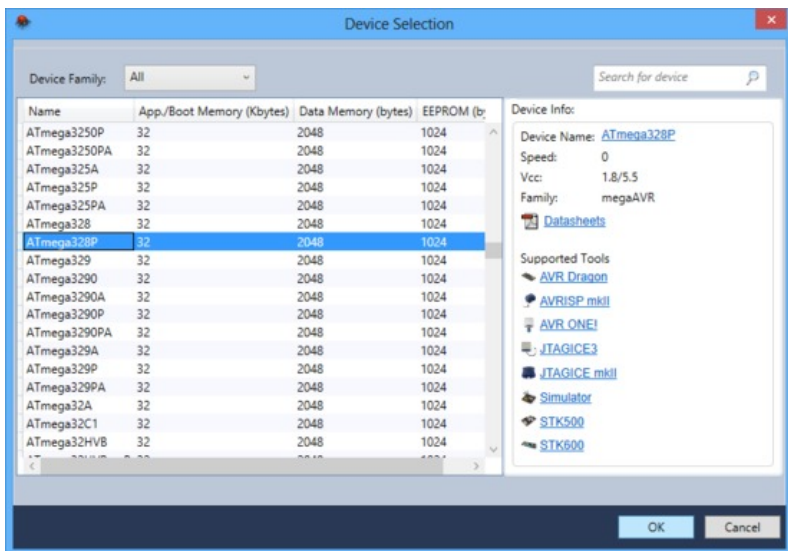

Рисунок 4.2 – Діалогове вікно Device Selection в Atmel Studio 6
2. У вікні Device Selection (рис. 4.2), оберіть ім'я пристрою AVR яке необхідно. Клікніть **OK** для створення нового проекту.